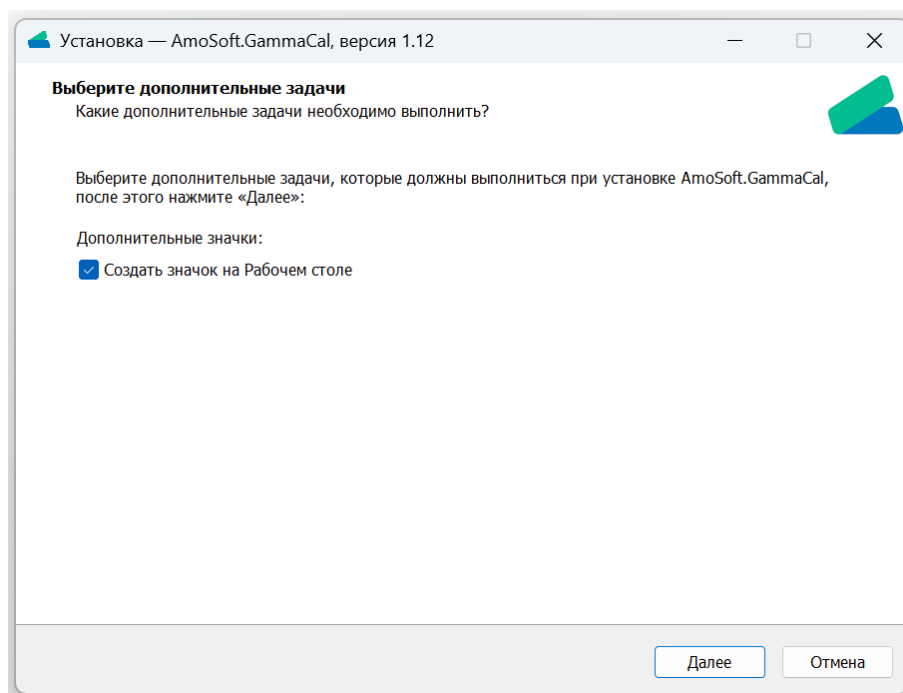

Рисунок 2 – создание ярлыка ПО “GammaTest” на рабочем столе
2. Нужно ли размещать ярлык ПО “GammaTest” на рабочем столе (см. рисунок 2).